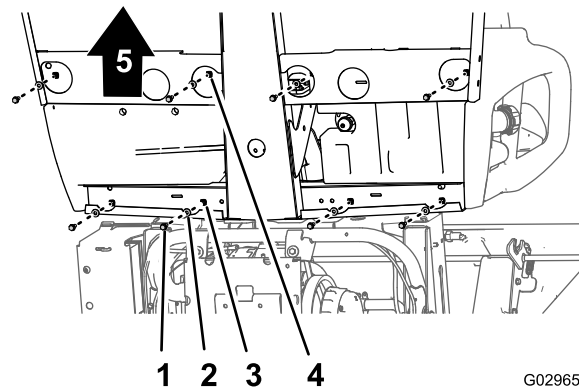
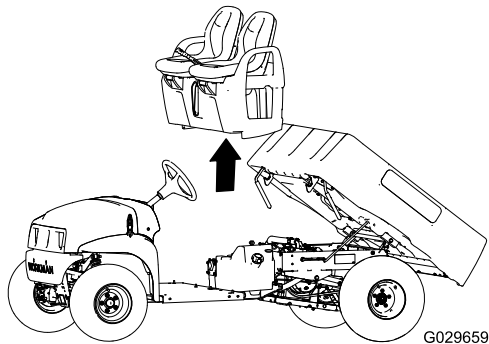

図 44
図 45
1. 車両の下側で、座席ベースをフロアプレートと後キャブチャンネル材に固定しているフランジヘッドボルト8本とワッシャ8枚を外す 図 44。
- 機体から、座席、座席ベース、駐車ブレーキケーブルを注意深く吊り上げる 図 44。
1. 座席と座席ベースを機体上に降ろしてブレーキケーブルをシャーシに沿って配置する 図 44 と 図 45。
2. 座席ベースについている穴を、フロアプレートの穴と後キャブチャネルの穴に合わせる 図 44 と 図 45。